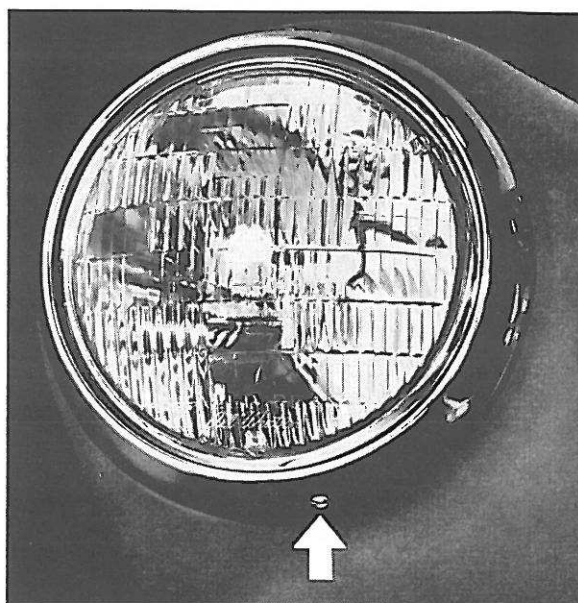

Figure 79. Démontage de la bague extérieure du phare
1. Démontez la bague extérieure du phare, figure 79.